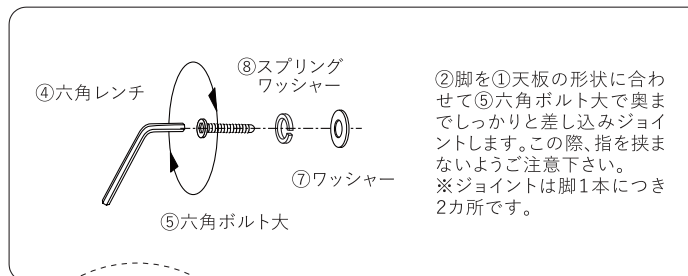

図2
- 2 ②脚を①天板に⑦ワッシャー、⑧スプリングワッシャー、⑤六角ボルト大の順で取り付けます。(図2)